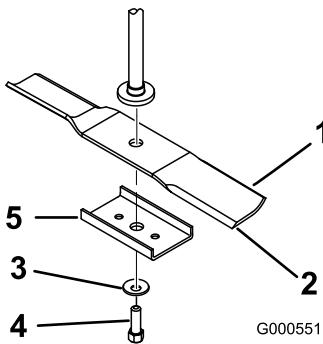

Figure 46
Tenez la lame par son extrémité avec un chiffon ou un gant épais. Enlevez le boulon, la rondelle bombée, le renfort (modèles de 107 cm [42 po] uniquement) et la lame de l'axe (Figure 46).
1. Placez la lame sur l'axe (Figure 46).
2. Montez le renfort (modèles de 107 cm [42 po] uniquement), la rondelle bombée (face concave vers la lame) et le boulon de lame (Figure 46).